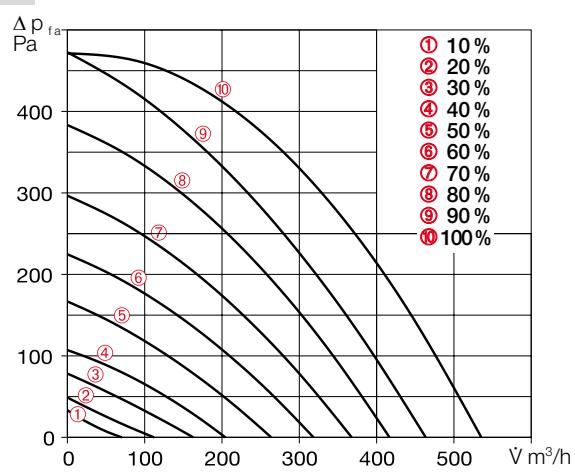

Abb. 24
5. Die ermittelten Differenzdrücke der Ab- und Fortluftmessung in die Kennlinie des Gerätes für **Abluft** (s. Abb. 24 und Abb. 26), entsprechend der im Lüftungsprofil hinterlegten Ventilatorleistungen, eintragen (vgl. Abb. 28 und Abb. 29).